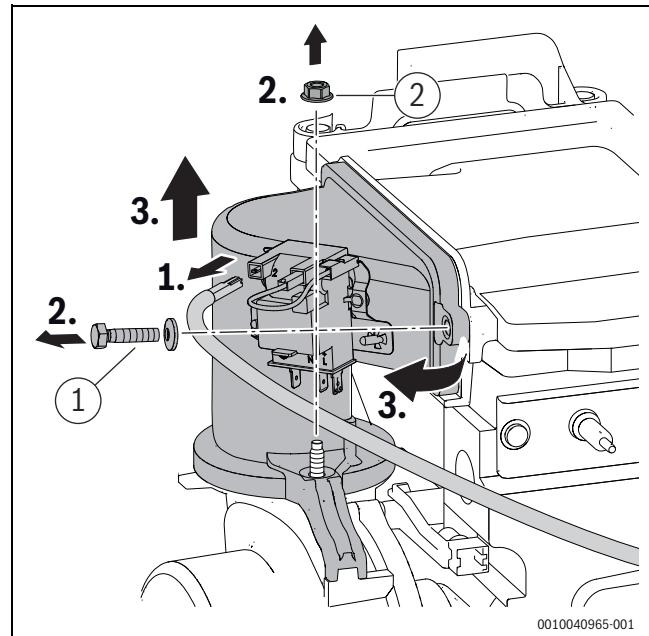

Fig. 42 Desmontar o dispositivo de mistura
- Apertar o parafuso e porca ([1] e [2], fig. 42) no dispositivo de mistura com  $5,5+0,5$  Nm.